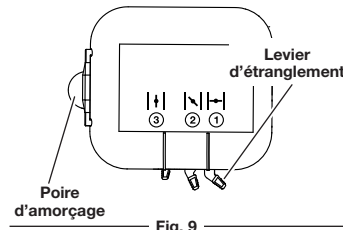

Fig. 9
- Lentement, appuyez 10 fois de suite sur la poire d'amorce. Une certaine quantité de carburant devrait être visible dans la poire d'amorce (Fig. 9). Si l'essence n'est pas visible dans la poire d'amorce, poussez et relâchez la poire jusqu'à ce que l'essence soit visible.
- Mettez le levier d'étranglement en **Position 1** (Fig. 9).
- Mettez le levier d'étranglement en Position 2 (Fig. 9).
- Continuer à appuyer sur la gâchette. Déplacez le levier d'étranglement en Position 3 (Fig. 9) et laissez le moteur se réchauffer encore pendant 60 secondes. L'appareil peut être utilisé pendant ce temps.